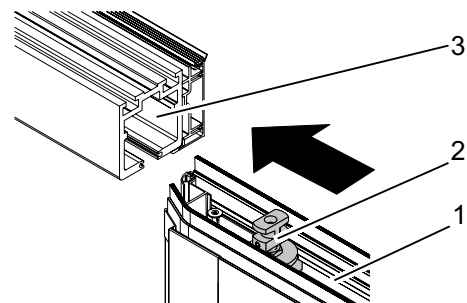

Abb. 10: Festteil in Laufschiene einhängen
3. Festteil (Abb. 10/1) mit der ersten Festteilhalterung (Abb. 10/2) in die Laufschiene (Abb. 10/3) schieben.